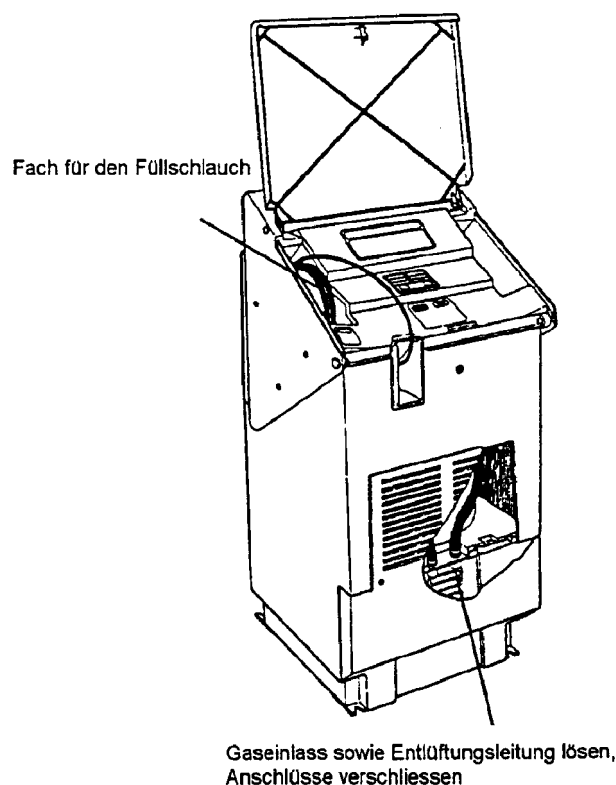

Bild 18 FuelMaker
- Den Gaseinlass und die Entlüftungsleitung lösen, sowie verschliessen (Bild 18)